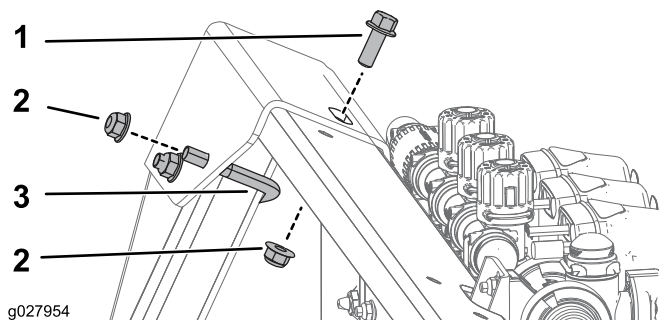

图3
2. 使用 1 个 U 形螺栓、1 个 3/8~16 x 1 英寸的 GR5 螺栓和 3 个凸缘螺母 (3/8~16 英寸) 将上支架的背面固定起来, 如图 3 中所示。